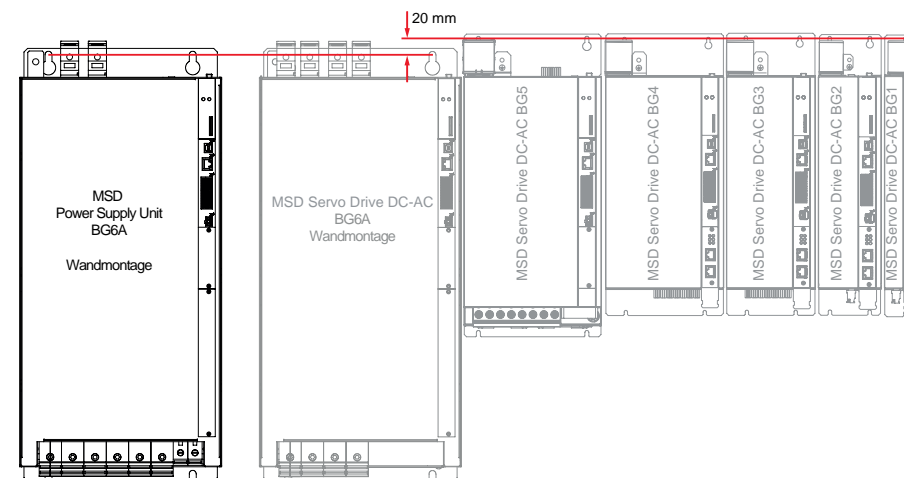

Bild 3.5 Anreihung Achsverbund Wandmontage mit Versorgungseinheit BG6A
- Richten Sie Versorgungseinheit BG6A und alle MSD Servo Drive DC-AC auf einer Linie entlang der Geräte-Oberkante aus (siehe Linie A in Bild 3.5). Das ist notwendig, um die DC-Link Verbindungen durchführen zu können. Versetzen Sie die Montagebohrungen der Versorgungseinheit BG6A und des MSD Servo Drive DC-AC BG6A um ca. 20 mm nach unten (siehe rote Linie B in Bild 3.5) versetzen. Beachten Sie für die Montageabstände unbedingt die Vorgaben in Tabelle 3.1.